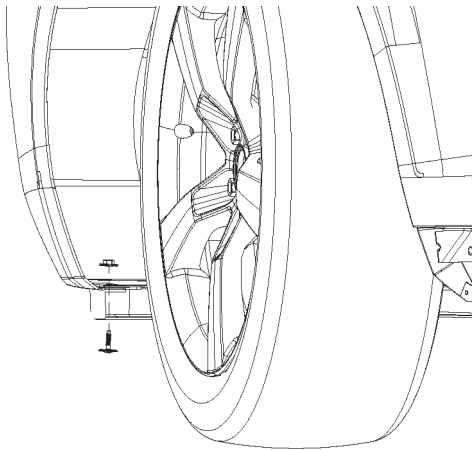

FIGURA 32
6. Desinstale la tuerca y el perno de plástico del panel de aire y deséchelo. 1 en cada lado. Consulte la figura 32.